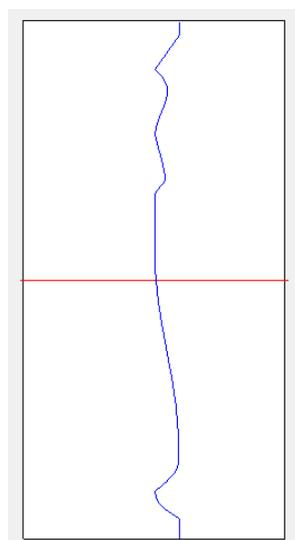

Рисунок 2
4. Создать профиль балясины с помощью кривой Безье и направляющую (рис.2)